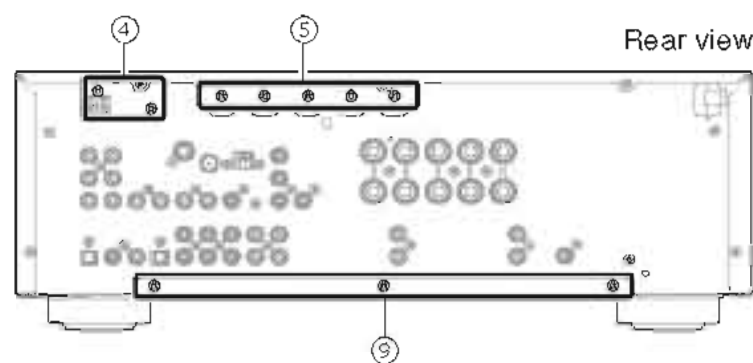

Fig. 3
- a. Remove 2 screws (④) and 5 screws (⑤). (Fig. 3)
- a. ④のネジ2本、⑤のネジ5本を外します。(Fig. 3)
- b. Remove 3 screws (⑨). (Fig. 3)
- b. ⑨のネジ3本を外します。(Fig. 3)